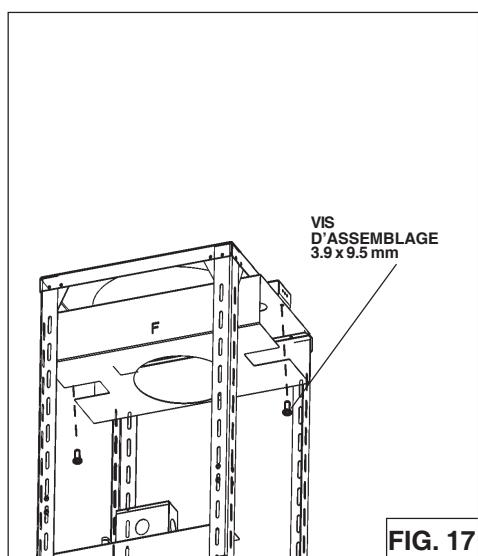

FIG. 17
4. Installez le caisson sur la structure de support supérieur à l'aide des (2) vis de 3.9 x 9.5 mm fournies, tel qu'illustré (Fig.17).